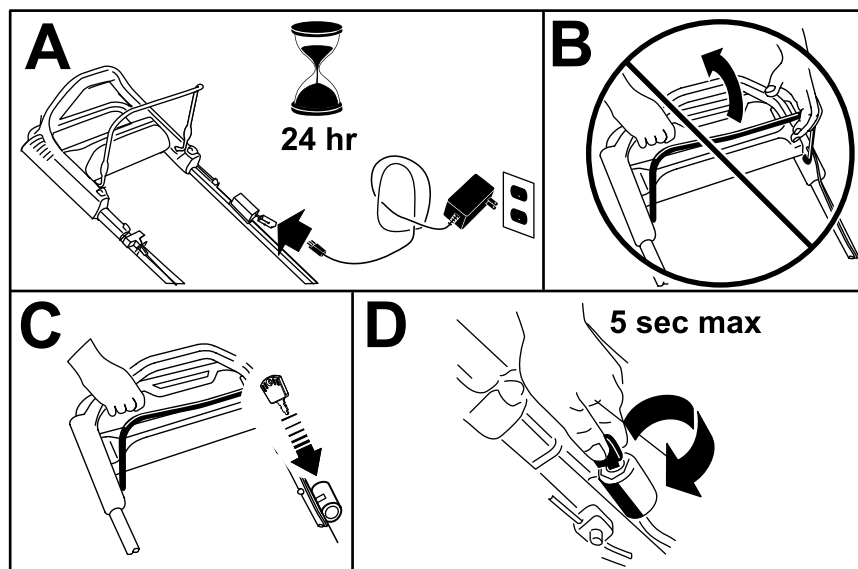

Figura 15
1. Cargue la batería durante 24 horas antes de usar la máquina por primera vez (Figura 15, A).
Importante: No intente arrancar el motor con la barra de control de las cuchillas engranada; de lo contrario, puede fundir el fusible (Figura 15, B).
2. Inserte la llave en el contacto (Figura 15, C).
3. Gire la llave de contacto a la posición de Arranque y manténgala en esa posición; cuando el motor arranque, suelte la llave (Figura 15, D).